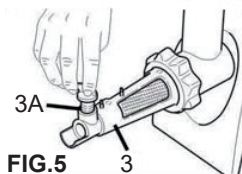

FIG.5
Visser alors la bague de réglage en plastique (3A) dans le logement du filtre (fig.5) et positionner le plateau (4) sur la goulotte d'alimentation.